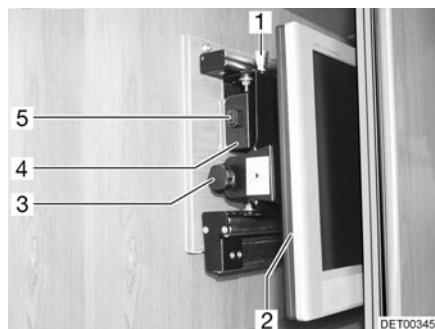

Fig. 89 Armario de TV
- Presionar el botón de desbloqueo (Fig. 89,5) y tirar el soporte para la pantalla plana hacia adelante hasta el tope agarrándolo del tirador (Fig. 89,4).
- Tirar del botón de desbloqueo (Fig. 89,1) y girar la pantalla plana (Fig. 89,2) a la posición deseada.
- Aflojar el tornillo moleteado (Fig. 89,3).